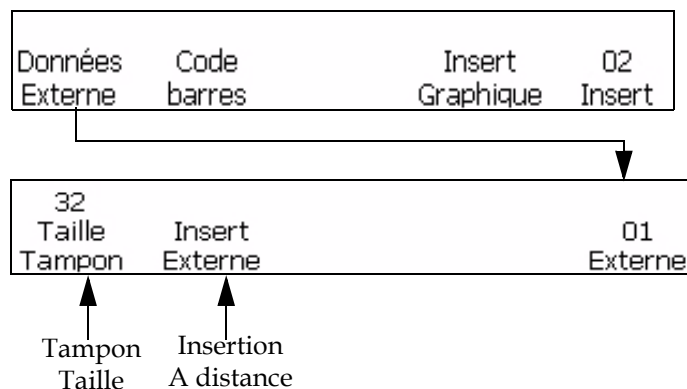

Figure 5-49: Accès à la Fenêtre <01 A distance>
- 1 Commencer dans la Fenêtre <01 A distance> (01 Editer > 02 Editer - Insertions > 01 Insertion > 02 Insertion - Télésaisie > 01 A distance). Voir Figure 5-49.